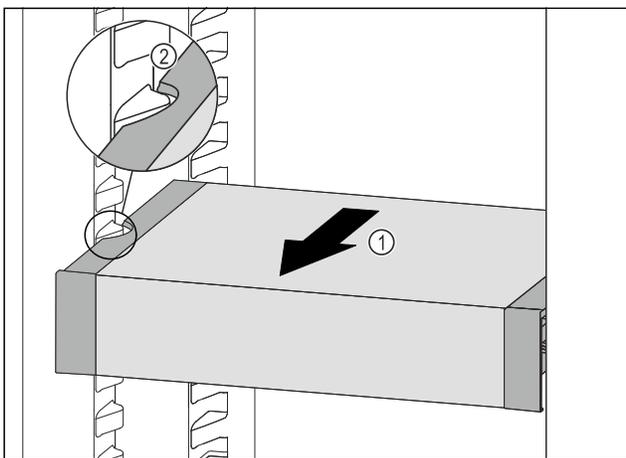

Fig. 101
- Tirer le VarioSafe vers l'avant Fig. 101 (1) jusqu'à ce que les encoches latérales du VarioSafe se trouvent au niveau de la nervure du bac dans la partie réfrigérateur. Fig. 101 (2)